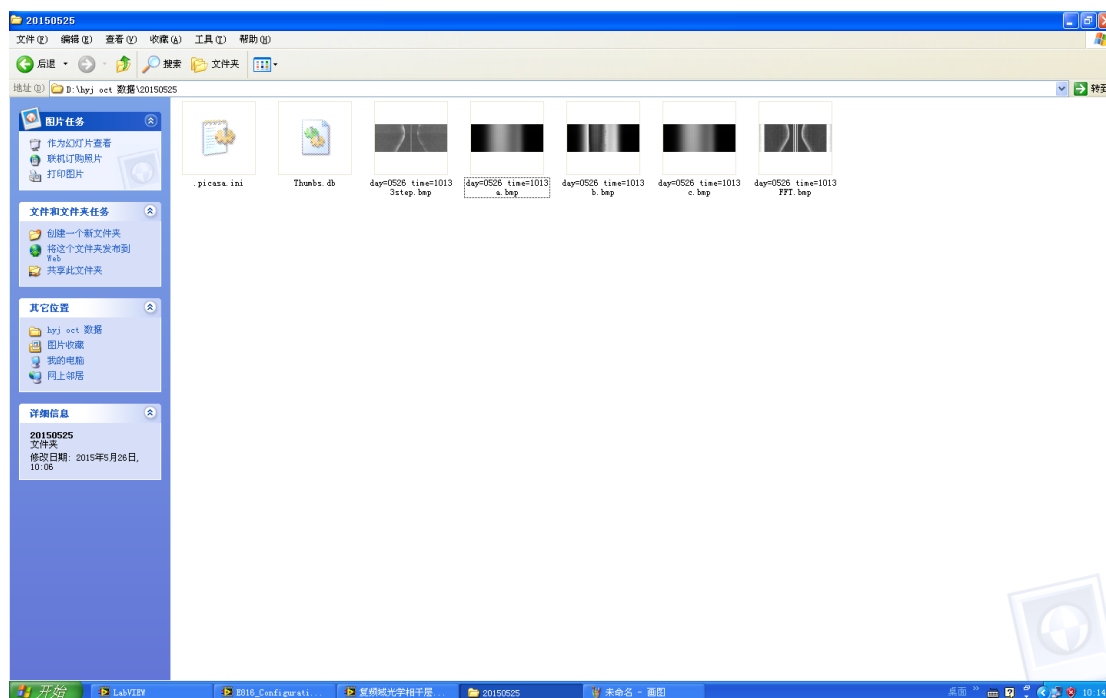

图 8：存盘后数据
4. 横向扫描完毕后单击“停止采集数据处理按钮”，软件将自动处理拍摄的结果，然后按照填写的路径存盘，如图 8 所示。